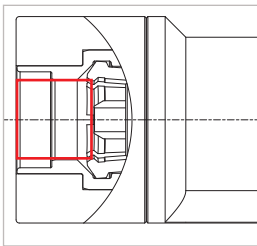

Figure 12
- ▶ Avant de mesurer le taux de fuite, il est impératif de rincer les parties suivantes du produit WEH® à l'air comprimé ou à l'azote (Figure 12) :
- l'intérieur de la douille de guidage (pos. 1)